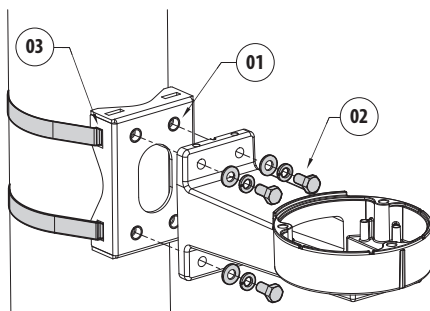
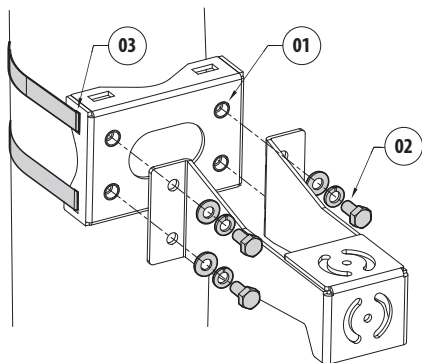

Рис. 2 Крепление для UEBW (ULISSE EVO)
Рис. 3 Крепление для NVX, NTX
В зависимости от изделия, которое предполагается установить, необходимо установить зажимы, используя соответствующие гнезда (03) (Рис. 2 Крепление для UEBW (ULISSE EVO), страница 2 и Рис. 3 Крепление для NVX, NTX, страница 3).